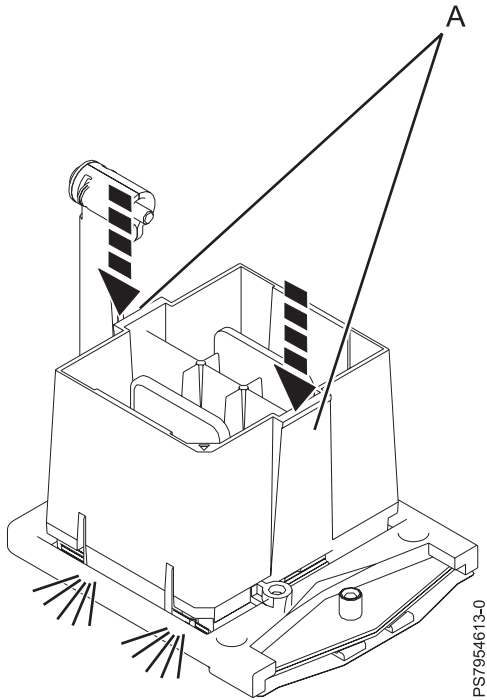

Figure 36. Blocage du microprocesseur dans l'outil
- c. Avec l'outil de retrait (A) placé sur le microprocesseur, appuyez sur l'outil pour bloquer le microprocesseur dans celui-ci, comme illustré dans la figure 36, à la page 80.